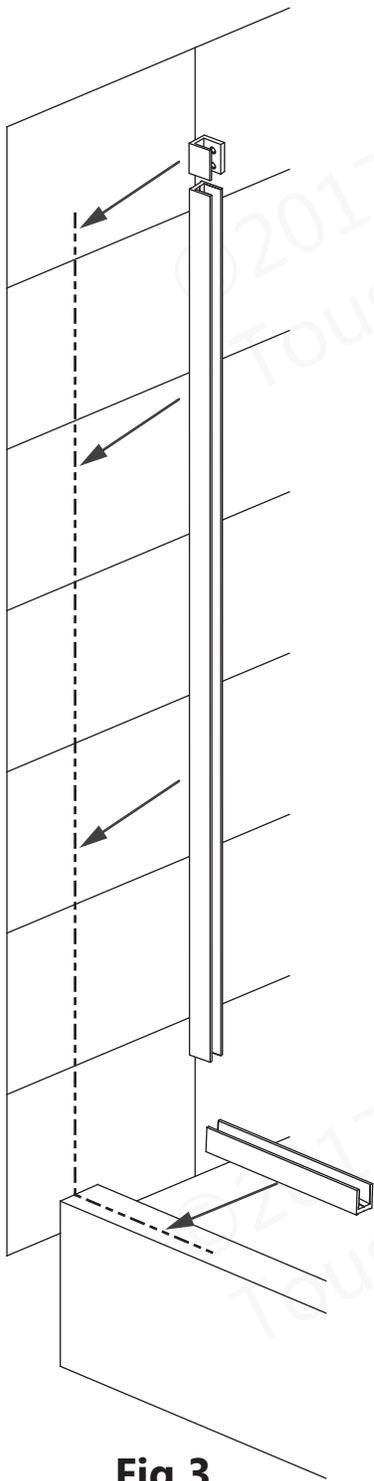

Fig 3
****Si le mur est en faux aplomb dans le bas, mesurez cette dimension (A) et ajoutez-la à la longueur du du profilé en U (+ 6 mm max) : Longueur finie de la coupe = Largeur de la vitre + 4.76 mm + dimension (A)**
3. Positionnez les profilés en U et la fixation du panneau vitré avec charnière sur les lignes du centre pour marquer les trous à percer. **(Fig 3)**